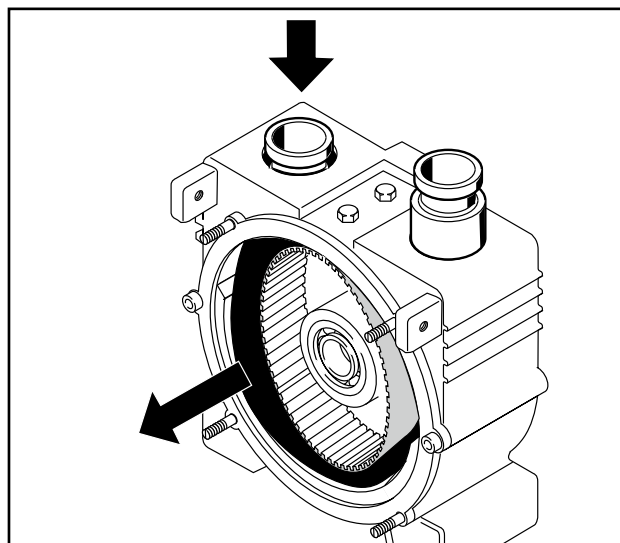
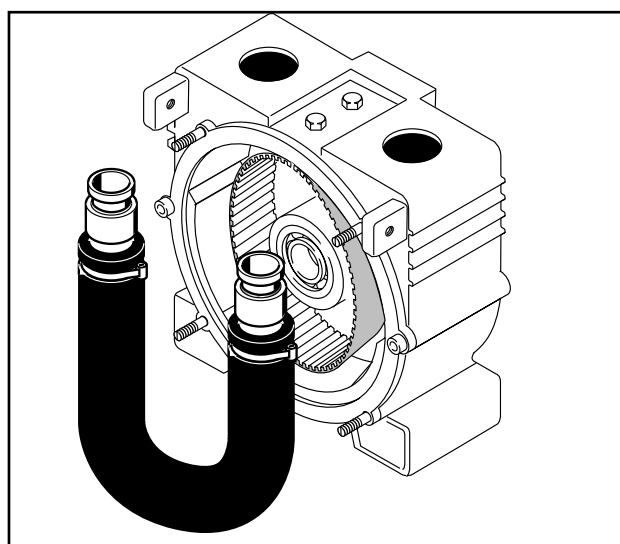

Fig. 12 Smontaggio del tubo flessibile trasportatore
Fig. 13 Smontaggio del tubo convogliatore
8. Ritirare nel corpo pompa il tubo convogliatore sul lato mandata, poi ritirare il lato aspirazione ed estrarlo (Fig. 12 e Fig.13).